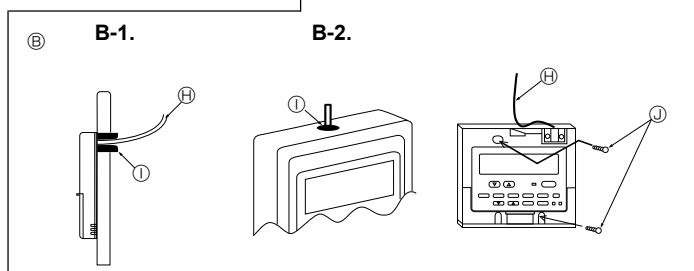

Fig. 6-3
(2) Forsegl serviceåbningen til fjernstyringskablet med kit for at forhindre indtrængen af dugdråber, vand, kakerlakker eller orm. (Fig. 6-3)
[Fig.6-3]